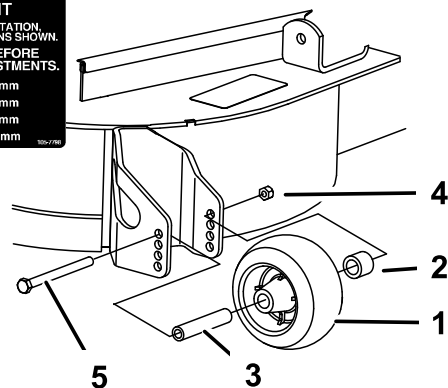

図 13
1. 刈高を変更後、ローラのフランジナット、ブッシュ、スペーサ、ボルトを外して 図 13、ローラの高さ調整を行う。
3. フランジナット、ブッシュ、スペーサ、ボルトを取り付ける。54-61 N.m 5.5-6.2 kg.m=40-45 ft-lbにトルク締めする 図 13。